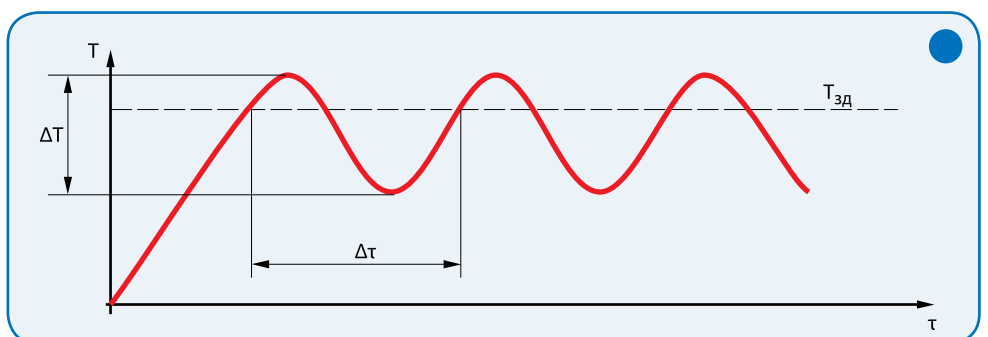

Рис. 3.
3. С помощью секундомера зафиксируйте время между колебаниями температуры Δt . Этот период времени будет характерным для системы, и Вы сможете оценить установки по этому критическому периоду Δt (рис. 3).